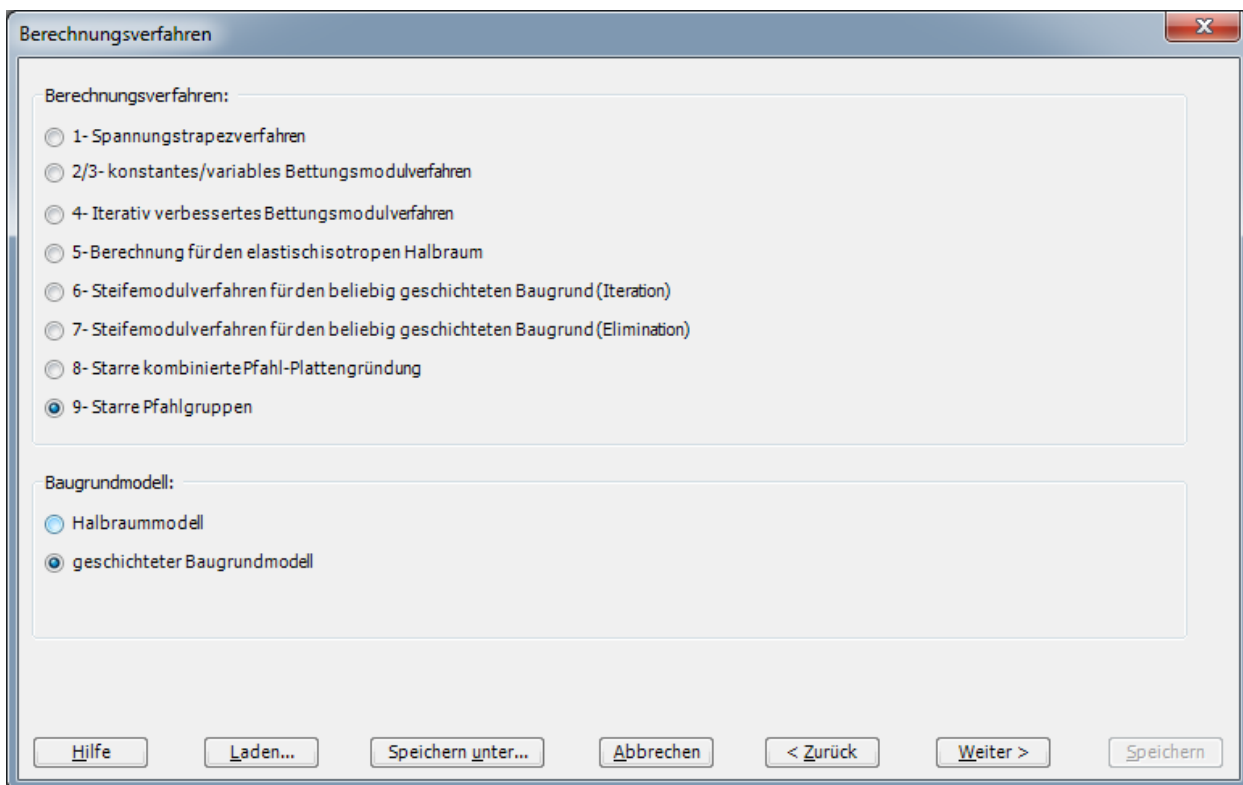

Bild 11.3 Menü "Berechnungsverfahren"
Nach Klicken von "Weiter" erscheint das Menü "Berechnungsverfahren" (Bild 11.3).
- Wählen Sie das Berechnungsverfahren "9-Starre Pfahlgruppen" (Bild 11.3)